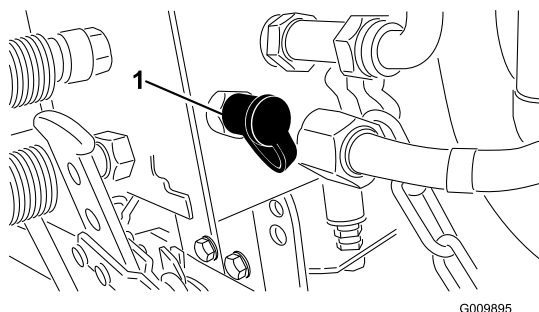

Figura 63
- Utilizzate il foro diagnostico n° 3 (Figura 63) per misurare la pressione del circuito del cilindro.